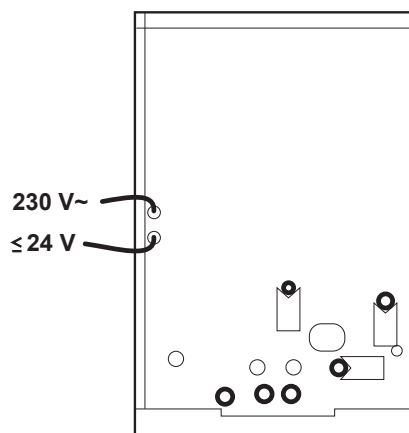
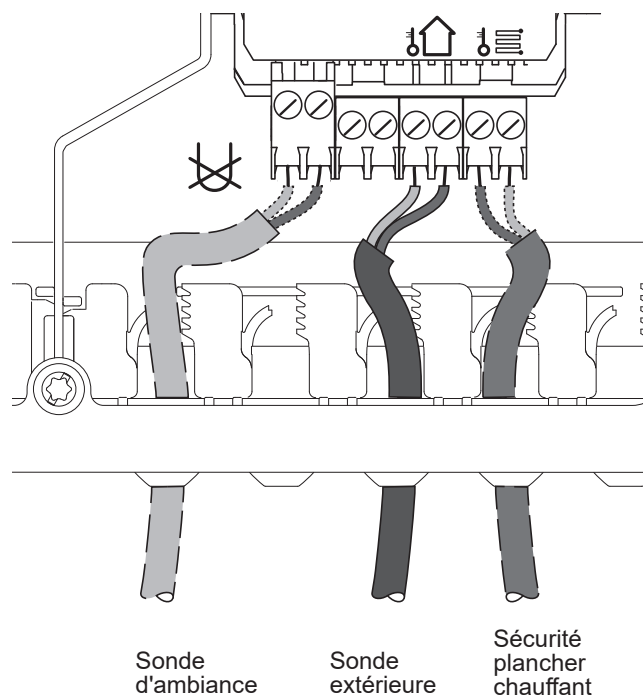

fig. 18 - Chemin de câbles (extérieur chaudière)
fig. 22 - Accès borniers TBTS
- Effectuer les raccordements suivant les schémas (fig. 18 et fig. 22).